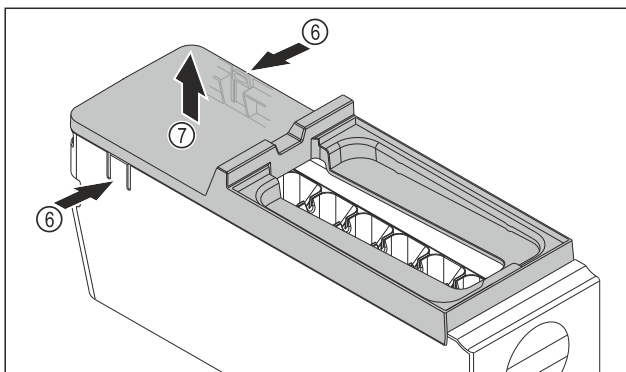

Fig. 77
- ▶ Wyjmowanie osłony korpusu EasyTwist-Ice: Docisnąć jedną ręką nakładki Fig. 77 (6) po obu stronach korpusu EasyTwist-Ice.
- ▶ Drugą ręką wyjąć osłonę Fig. 77 (7) ku górze.